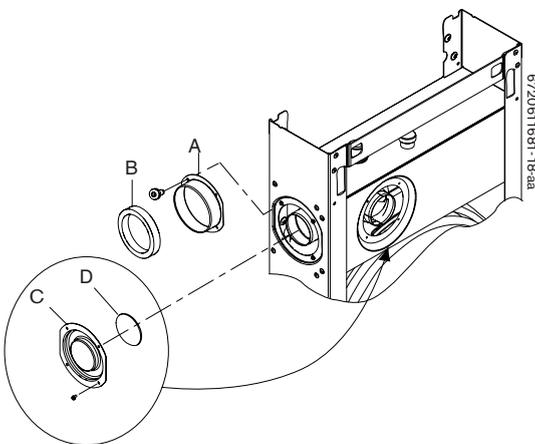
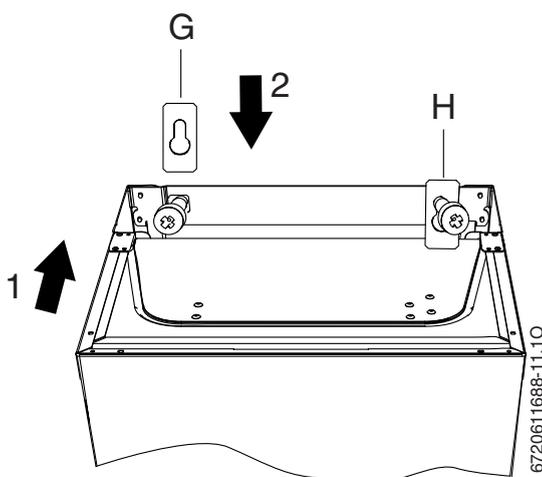

Fig. 9
Fig. 11
In caso di aspirazione/scarico laterale, DX o SX (vedi fig. 9):
- ▶ Inserire le 2 piattine con asola (fig. 11, rif. G), su ognuna delle 2 viti lasciate precedentemente svitate (oltrepassare la testa di ogni vite).
- ▶ Far scorrere verso basso le 2 piattine e posizionarle come da fig. 11, rif. H (funzione di rondella).
- ▶ L' eventuale controllo visivo, circa il corretto montaggio del tubo concentrico in caldaia, può essere eseguito dall'alto della caldaia (fig. 11), dai fori DX o SX (fig. 9) o anche dal lato frontale della caldaia (dopo aver tolto il coperchio stagno).
Per facilitare il collegamento tra caldaia e condotto concentrico, procedere visionando l'operazione, dall'alto della caldaia (fig. 11), dai fori DX o SX (fig. 9) o anche dal lato frontale della caldaia (dopo aver tolto il coperchio stagno della caldaia).